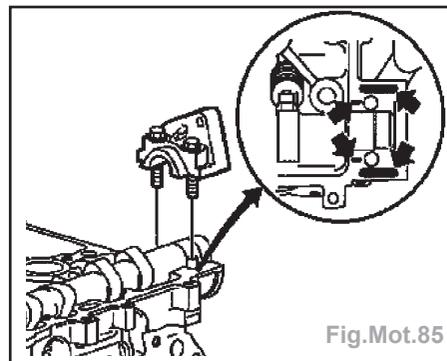

Fig.Mot.85
**Nota** : appliquer du mastic d'étanchéité (gris) sur les surfaces d'étanchéité du palier de guidage (flèches) (Fig.Mot.85).